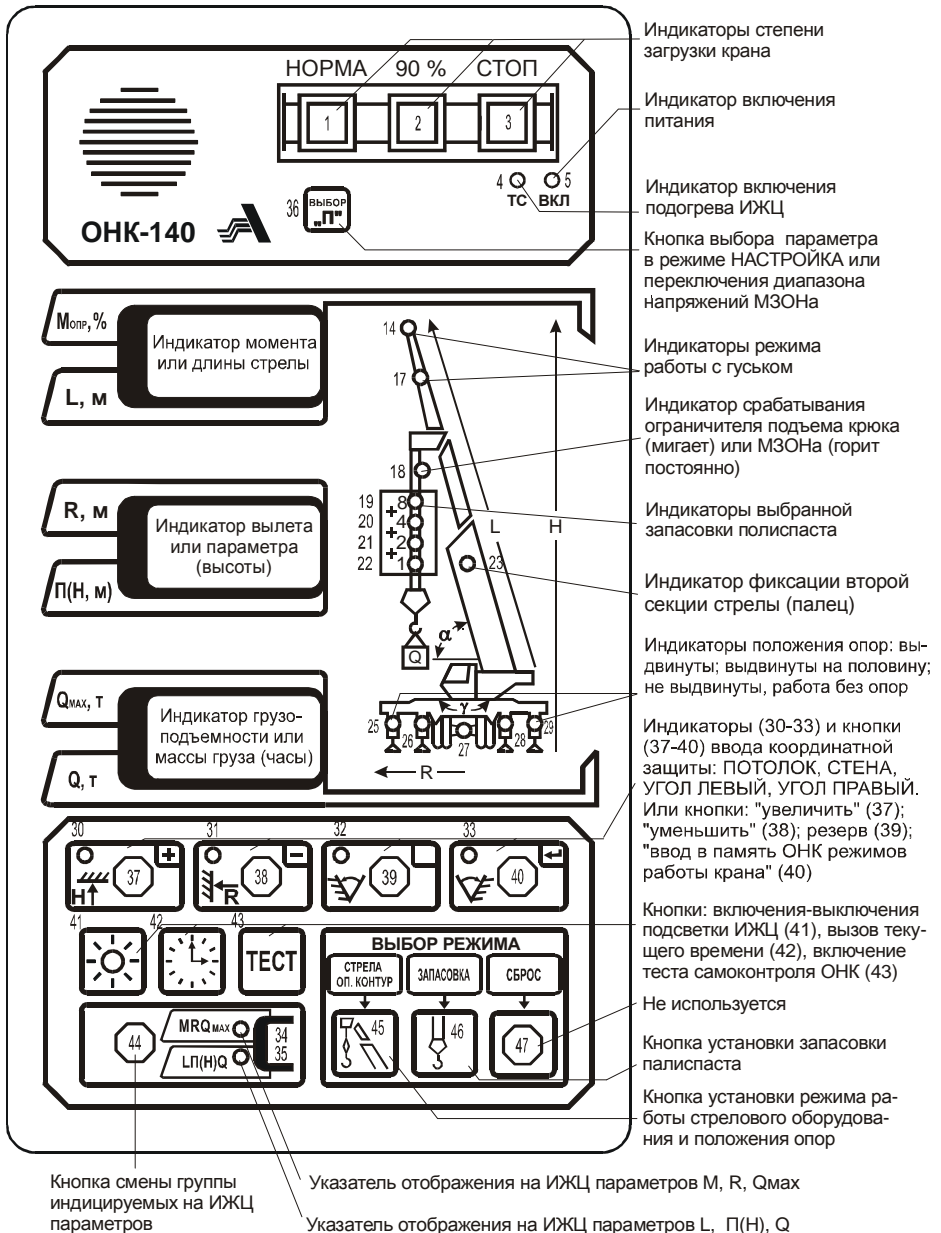

Рисунок 6 - Лицевая панель БОДа
Включить тумблер **ПИТАНИЕ** на БПВРе (в дальнейшем на пульте управления крана) проконтролировать загорание светодиода **ВКЛ** на передней панели БОДа (см. рисунок 6) .
4.1.3 Ввести режим работы крана соответствующий исполнению стрелового оборудования (см. п. 3.3 ЛГФИ.408844.009-15 РЭ). Для этого нажать кнопку выбора запасовки (46). При этом на индикаторы БОДа выдаются (см. рисунок 6):